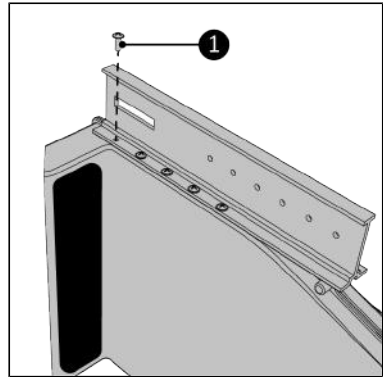

Abbildung 113.
- Schrauben Sie die Hauptschiene mit den zehn Schrauben 3,5 x 10 mm (Abbildung 113, Pos. 1) am Way-out fest. Stellen Sie sicher, dass alle Schraubenlöcher übereinstimmen.